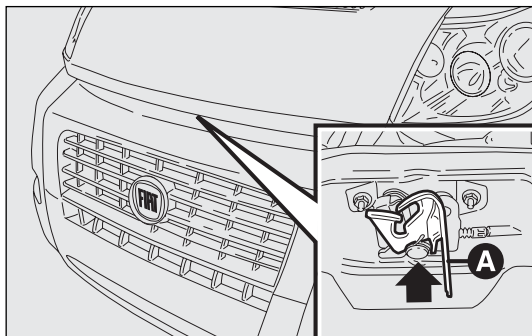

fig. 130
- tirer la manette A-fig. 130 comme l'indique l'illustration;